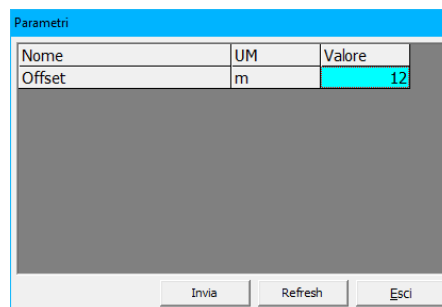

Figura 13.15: modifica di un parametro del datalogger.
- Inserire un nuovo numero e premere Invio. Dopo aver modificato il valore il campo di inserimento sarà evidenziato in celeste (Figura 13.15).